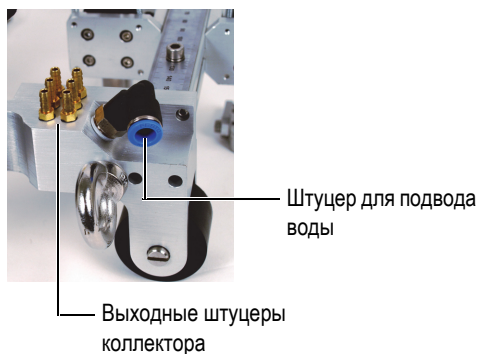

Рис. 3-2 Водяной коллектор
5. Подсоедините подающую трубку от источника воды к впускному отверстию коллектора сканера (Рис. 3-2 на стр. 64).
6. Подсоедините ирригационные трубки от выпускных патрубков к входам призмы (Рис. 3-2 на стр. 64).